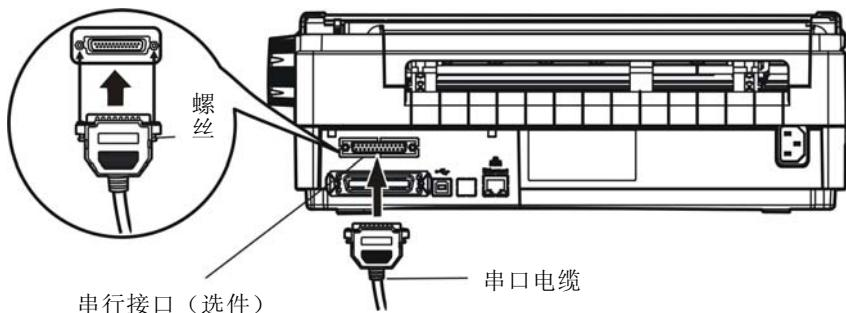

图 1-15 连接串口电缆
- 关闭计算机和打印机电源，将串口电缆的插头连接到打印机的串行接口，拧紧插头两侧的螺丝，使插头固定（如图 1-15 所示）。